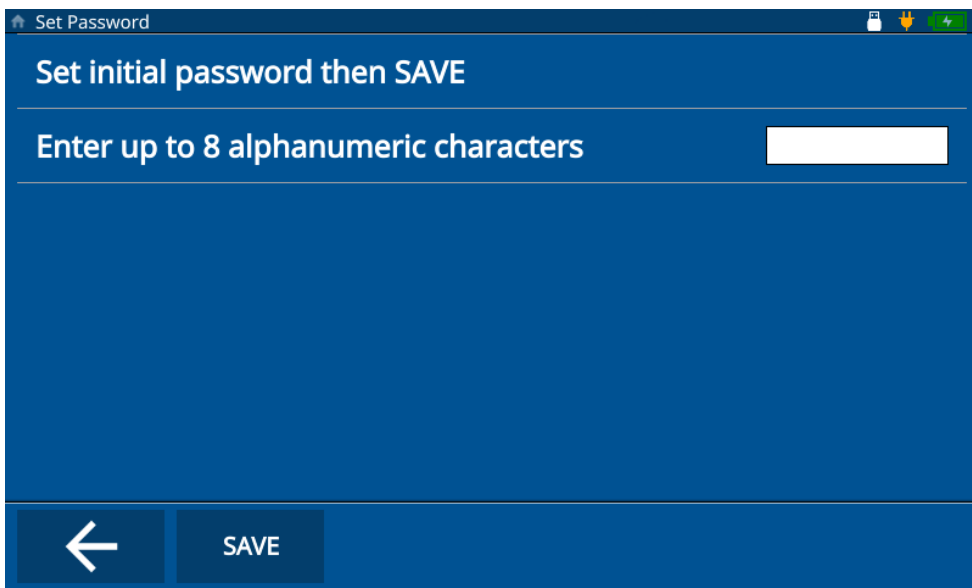

Figura 8-2 Tela Set Password (Definir senha)
5. (Etapa opcional) Toque em **SET PWD** (DEFINIR SENHA), insira uma senha e toque em **Save** (Salvar) (consulte Figura 8-2 na página 73).